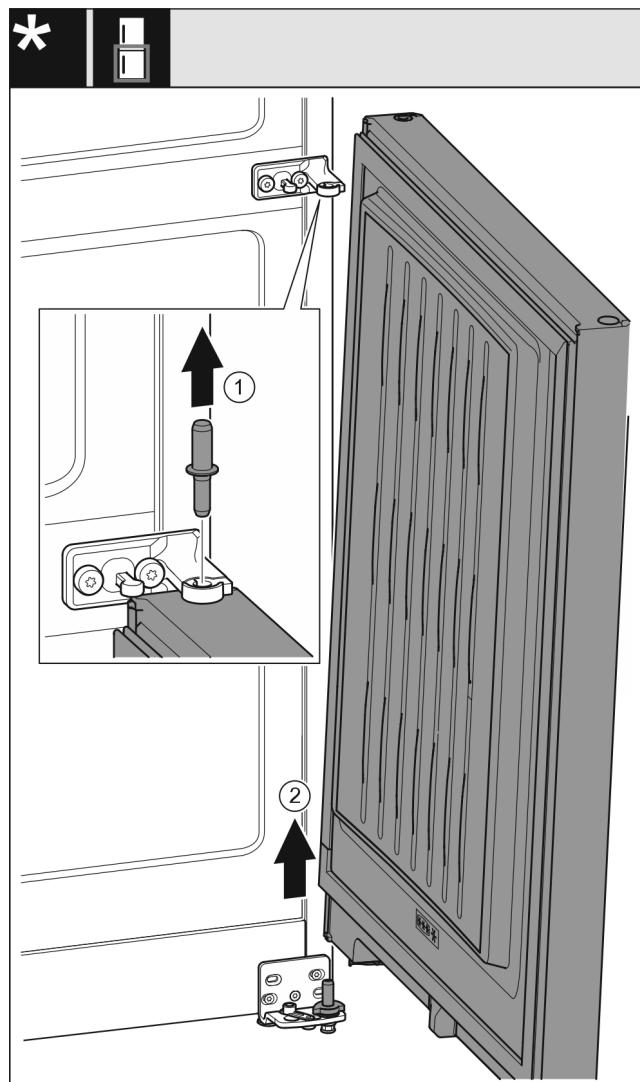

Fig. 29 Ohne Schließdämpfer*
- Bolzen Fig. 29 (1) nach oben herausziehen.*
- Tür Fig. 29 (2) herausschwenken, nach oben ziehen und beiseitestellen.*